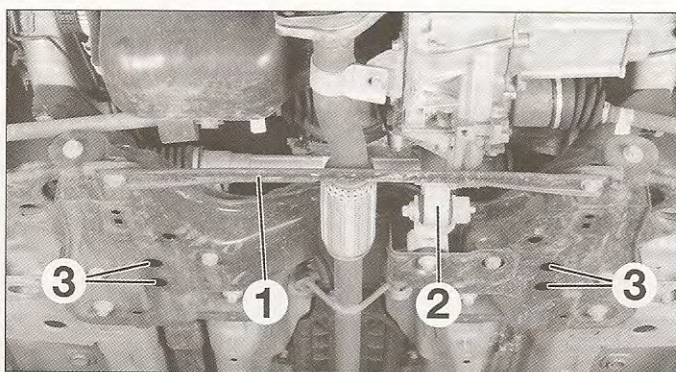

FIG. 7
- el refuerzo (1) del tren delantero (fig. 7).
- el tirante antibasculamiento (2).
- los tornillos de fijación (3) de los apoyos elásticos de la barra estabilizadora en la cuna.